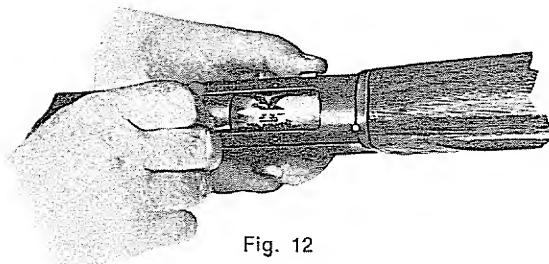

Fig. 12
- b) Premere lo svincolo col pollice sinistro per poter abbassare l'elevatore o cucchiaia (tav. 2° - B) con l'orlo della cartuccia (fig. 12).
- b — press in carrier latch button to depress carrier with the shell (B - Table 2) (fig. 12).
- b — presser le poussoir du levier d'arrêt de l'élévateur pour baisser l'élévateur avec l'extrémité de la cartouche (fig. 12 - table 2 - pièce B)